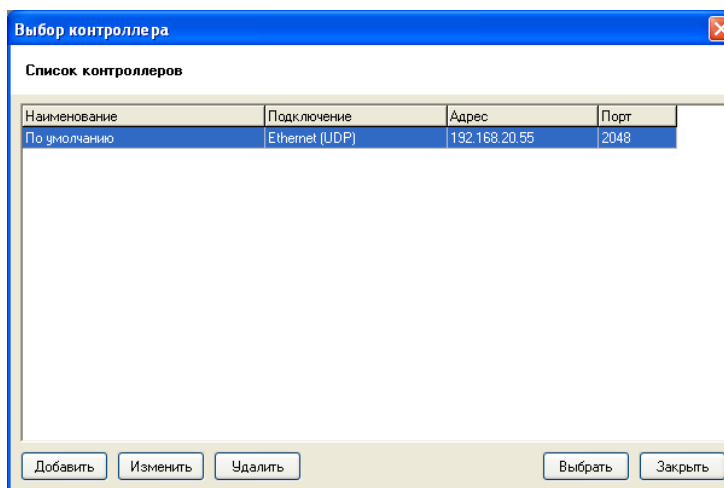

Рисунок 29
- 5) Выберите пункт меню "Контроллер/Получить конфигурацию из контроллера". Откроется окно "Выбор контроллера" (см. Рисунок 29).